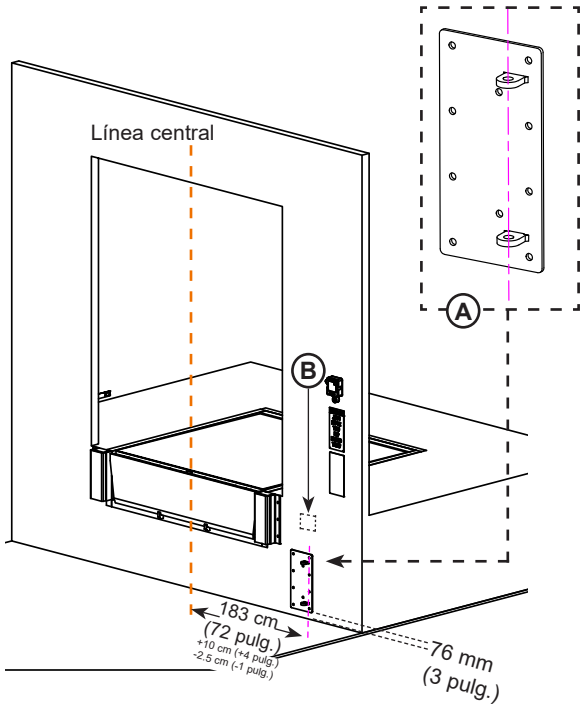

Figura 6
1. Coloque los ojales de la placa de montaje en pared **(A)** a la distancia mencionada en la inspección del sitio, medida desde la línea central del nivelador de muelle. Consulte la **Figura 6**.